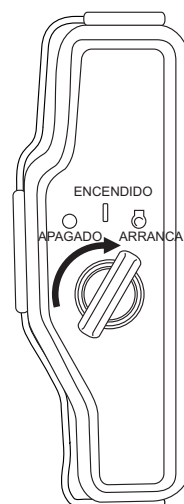

Figura 34. Interruptor de arranque (posición de APAGADO)
3. Cambie el **interruptor del motor ENCENDIDO/APAGADO** (Figura 34) a la posición de **APAGADO**.
1. Cambie el **interruptor del motor ENCENDIDO/APAGADO** (Figura 34) a la posición de **APAGADO**.